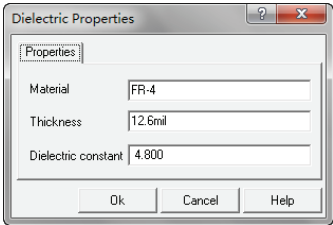

图 7-16 “Dielectric Properties” 对话框
- 如果需要设置板绝缘层的属性，则可以先在 Core 处单击，然后单击“Properties”按钮，系统将弹出如图 7-16 所示的“Dielectric Properties（绝缘层属性）”对话框，此时可以设置板绝缘层属性。系统默认的板中心层绝缘体的材料为 FR4，厚度为 12.6mil，绝缘常数为 4.8。